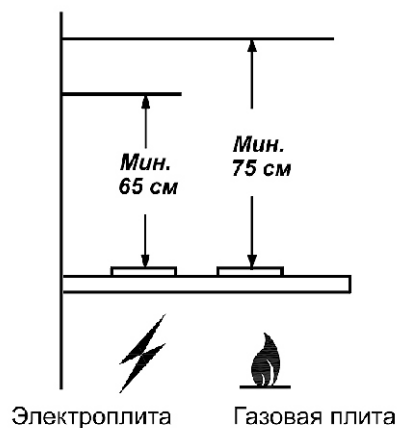

рис. 1
1.2 Вытяжку устанавливайте на высоте, как показано на рис. 1.
4.6 Устанавливайте кухонную вытяжку над плитой в соответствии с рис. 1.